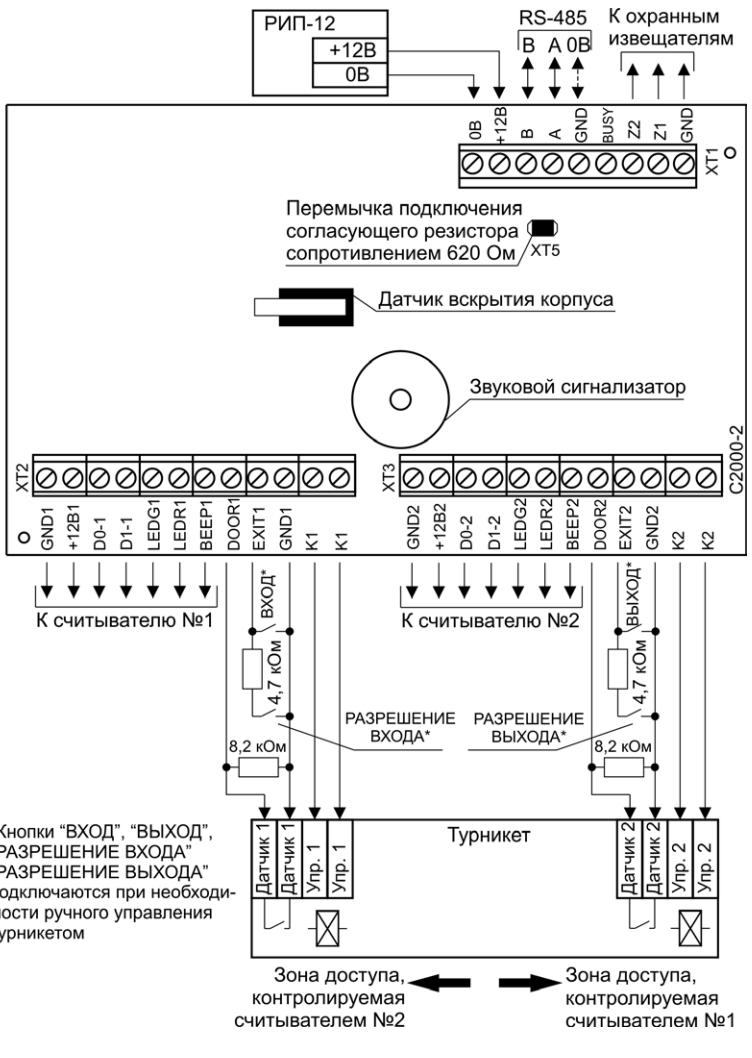
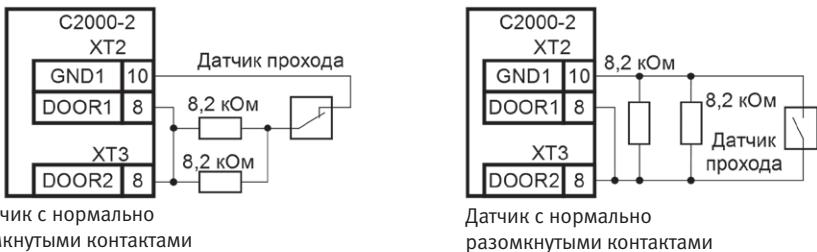
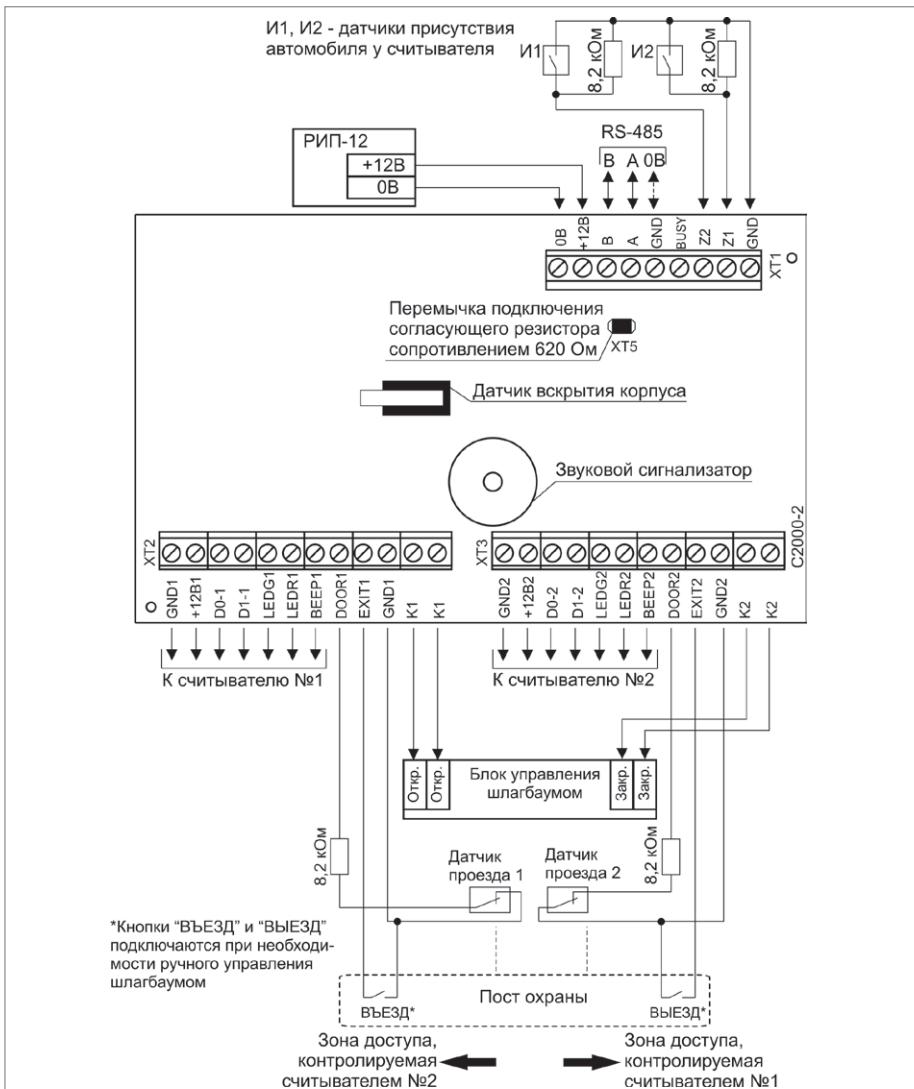
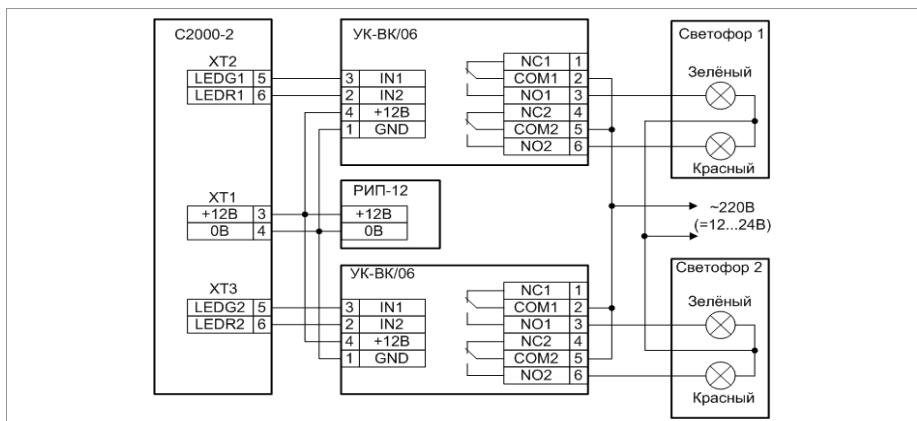

Рисунок 4.
Рисунок 5.
Рисунок 6.
Рисунок 7. Схема подключения светофора к контроллеру «C2000-2» в режиме «Шлагбаум»
13. Подключение в режиме «Турникет» (рис. 4). Если турникет имеет один датчик проворота, срабатывающий при любом направлении прохода, то он подключается параллельно к соответствующим входам обоих каналов контроллера, как показано на рис. 5.
14. Режим «Шлагбаум» (рис. 6). Если вместо двух датчиков проезда используется один, то он подключается параллельно к соответствующим входам обоих каналов контроллера (см. рис. 5). Светофоры, если они указаны в проектной документации, подключаются через релейные усилители «УК-ВК/06» (см. рис. 7).